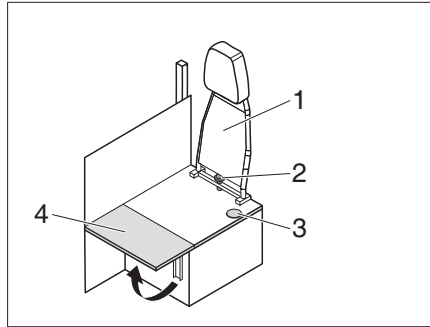

Bild 216 Ombyggnad körning - boende
- Skruva ur stjärnskruven (Bild 216,2) och ta av ryggstödet (Bild 216,1) uppåt.
- Fäll upp sittbänksförlängningen (Bild 216,4).
- ▷ Omvänd ordningsföljd gäller vid ombyggnad från boende till körning. Var noga med att säkerhetsbältet dras genom öppningen (Bild 216,3).